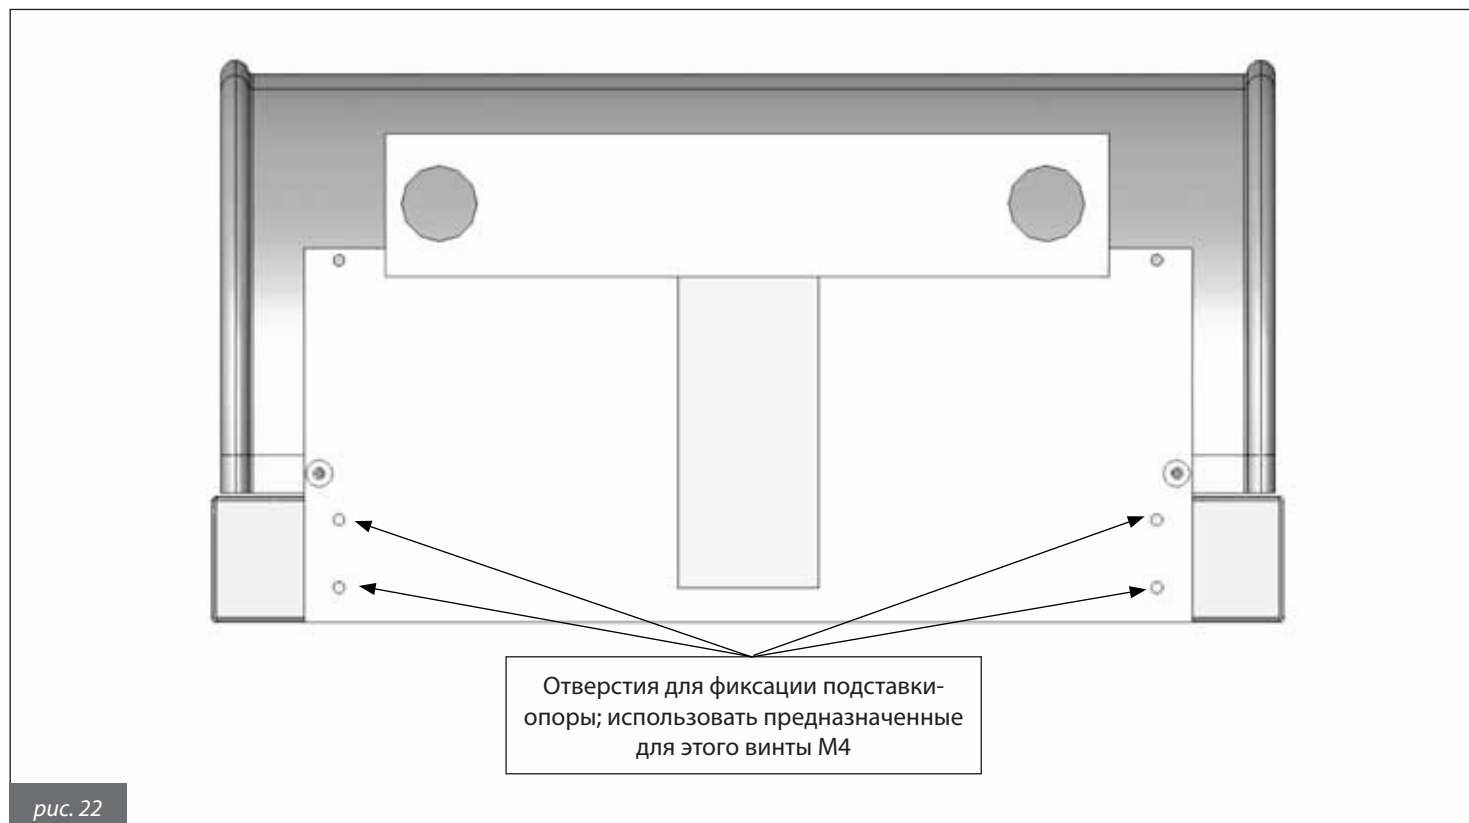

рис. 22
- 3)** соединить предварительно закрепленный на подставке-опоре (**C**, рис. 23) пульт управления с держателем (**D**, рис. 23), используя соответствующие винты М4 (**E**, рис. 22 и 23);